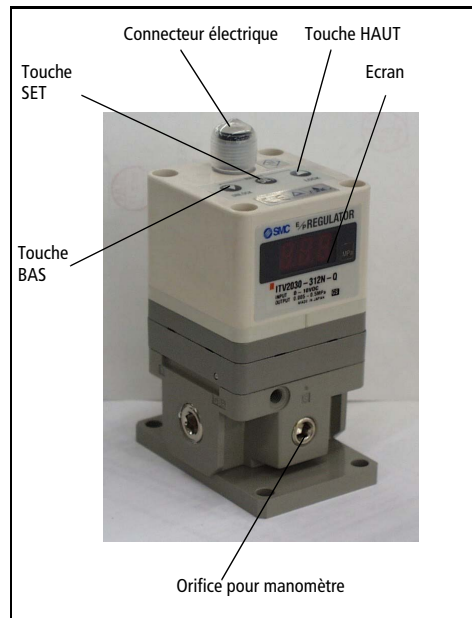

Fig 1
- Pour régler la pression mini (L'écran affiche F-1), utilisez les touches Haut/Bas (Fig 1). Pressez la touche SET (Fig 1) pour valider le réglage.
- Pour régler la pression maxi (L'écran affiche F-2), utilisez les touches Haut/Bas (Fig 1). Pressez la touche SET (Fig 1) pour valider le réglage.
- Pour régler la sortie 1 (L'écran affiche P 1), utilisez les touches Haut/Bas (Fig 1). Pressez la touche SET (Fig 1) pour valider le réglage.
- Pour régler la sortie 2 (L'écran affiche P-2), utilisez les touches Haut/Bas (Fig 1). Pressez la touche SET (Fig 1) pour valider le réglage.
Les touches sont bloquées après avoir connecté la source de courant, et ne peuvent pas être utilisées. L'écran affiche 'Loc' (Fig 1) en pressant les touches.
- 1) Pressez 'Bas' (Fig 1) durant plus de 2 secondes.
- 3) Pressez la touche 'set' (Fig 1) pour débloquent les touches.
Note: Pour annuler, pressez la touche 'Haut' (Fig 1).
- 1) Pressez 'Haut' (Fig 1) durant plus de 2 secondes.
- 3) Pressez la touche 'Set' (Fig 1) pour bloquer les touches.
Note: Pour annuler, pressez la touche 'Bas' (Fig 1).
Si une anomalie est détectée par l'ITV2000, l'écran (Fig 1) affiche 'Er' + un numéro de code. Isoler l'alimentation, résolvez le problème et remettez sous tension.
Pressez les touches Bas et Haut (Fig 1) ensemble durant plus de 3 secondes. L'écran affiche 'RES'. Débloquez les touches pour remettre les pressions mini, maxi et les sorties P1 et P2 aux conditions initiales.
Note: Si le courant de charge excède 30 mA, le capteur l'indique à l'aide de l'écran (Fig 1) et il affiche 'Er 5'